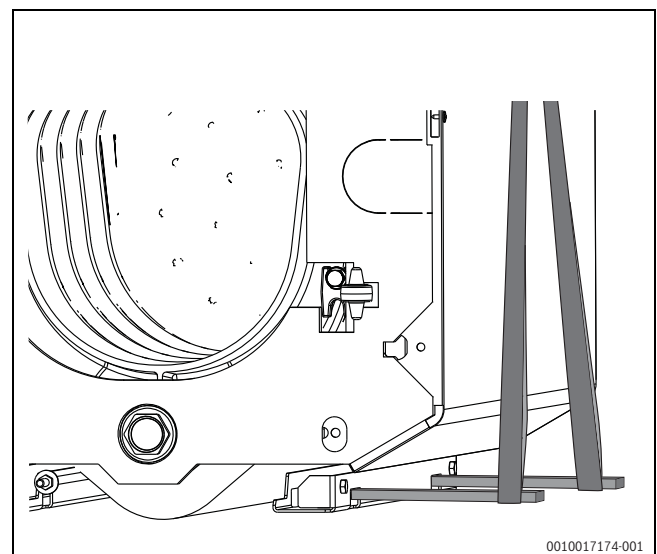

Bild 12 Anheben mittels Vierkantrohr und Krangeschirr (60 kW)
- ▶ Vierkantrohre (15x15 mm) durch die Bodenschiene führen und mit Krangeschirr (Rundschlingen) anheben (→ Bild 12).